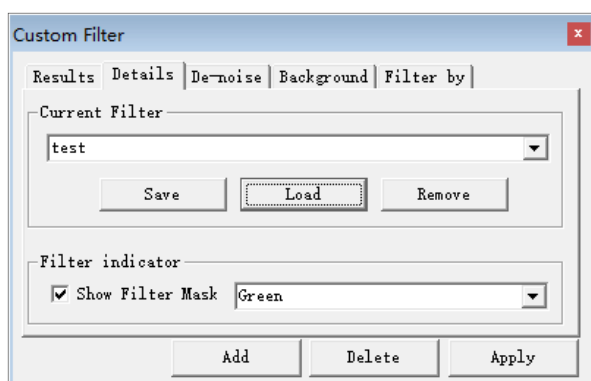

图 4-5 定制过滤器界面
通过 Selection→Filters 打开“自定义过滤器”设置界面（如图 4-5 所示）。
- 1) 在定制过滤器界面（图 4-5），选择合适的过滤器（如图 4-5 中 test）；